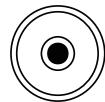

Рис.9
- (1) Закрутите подъемные винты, чтобы отцентрировать пузырек.
- (2) Поверните инструмент на 180°, пузырек будет находиться в центре. (Рис.9) В противном случае он подлежит юстировке. Способ юстировки.